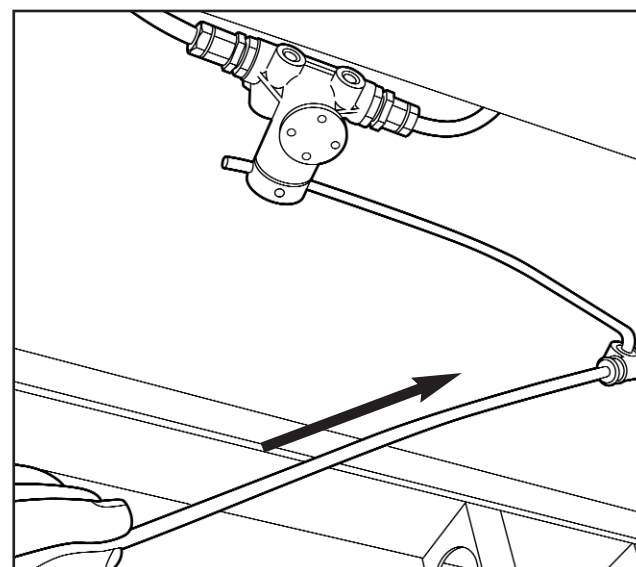

Fig 3.11
7. Mettre le circuit d'air sous pression (figure 3.11).